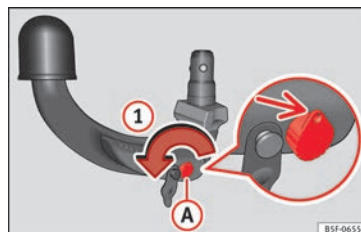

Fig. 220 Passo 1
- Rode a chave no sentido da seta ① até que a parte furada da chave chegue a sua posição superior »» **Fig. 220.**